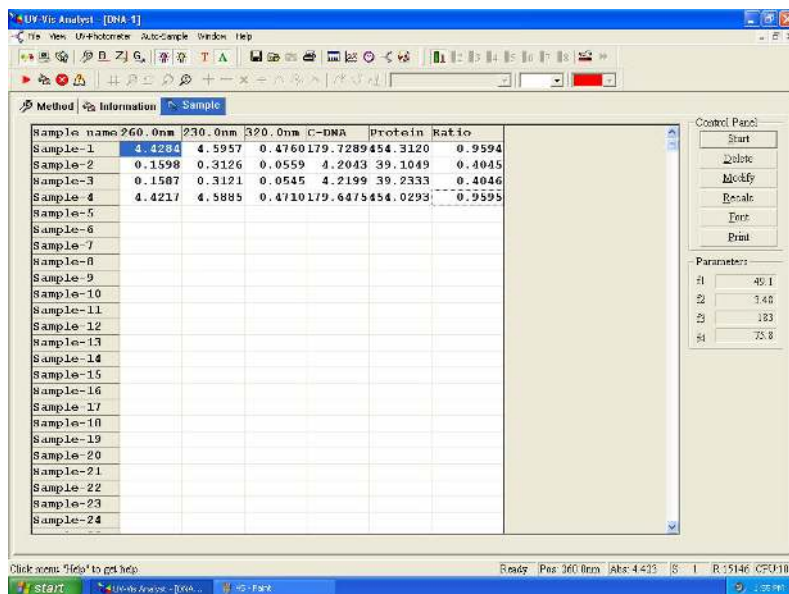

図. 4-47
- 上記の 5-6 を全ての測定サンプルについて繰り返します。(図. 4-47).